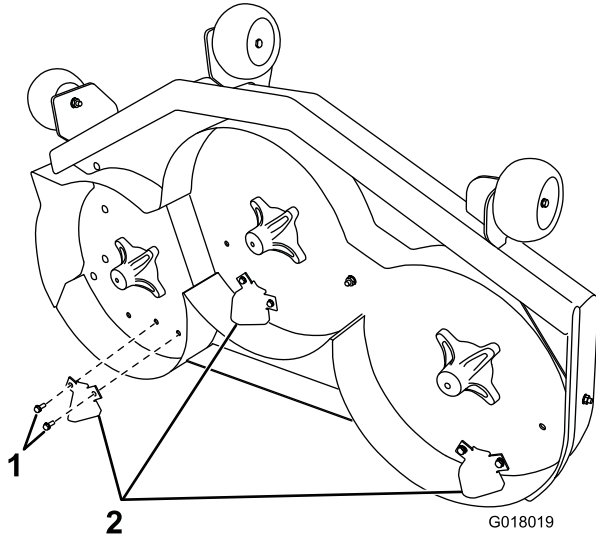

Figure 5
16. Montez les déflecteurs “kickers” sur la face inférieure du tablier à l'aide de 6 vis autotaraudeuses (5/16 x 3/4 pouce) aux emplacements illustrés à la Figure 5.